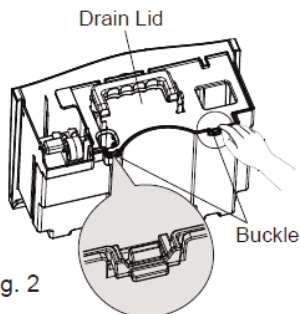

Fig. 2
2. Потяните вниз два фиксатора, расположенные возле резервуара. Поднимите сливную крышку. (Рис. 2)